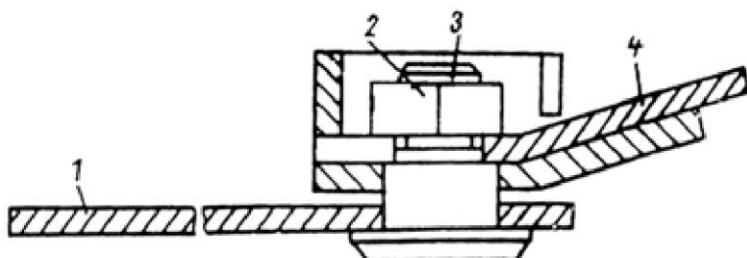

Рис. 16 Крепление ножа
- а) снимите шплинт 2 (рис.16);;
- Замену болта специального 3 произведите в порядке, указанном выше. Замена гайки (М14x1,5.6.096 ГОСТ 5919-74). а) снимите шплинт 2 (см. рис.16);